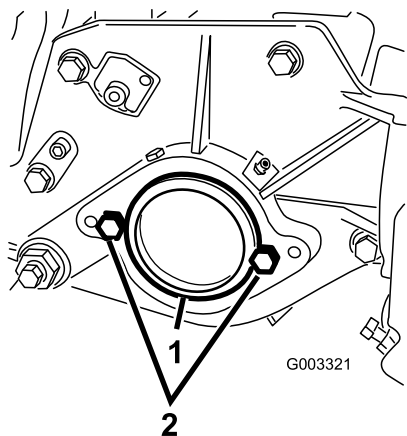

Figura 7
2. En el extremo derecho de la unidad de corte, retire el tapón de plástico del alojamiento del cojinete (Figura 7).
3. Retire los 2 tornillos de caperuza de la chapa lateral derecha (Figura 7).
2. Tornillo de caperuza (2)
5. Instale provisionalmente los 2 tornillos de caperuza de montaje del motor del molinete a la chapa lateral izquierda de la unidad de corte (Figura 7).